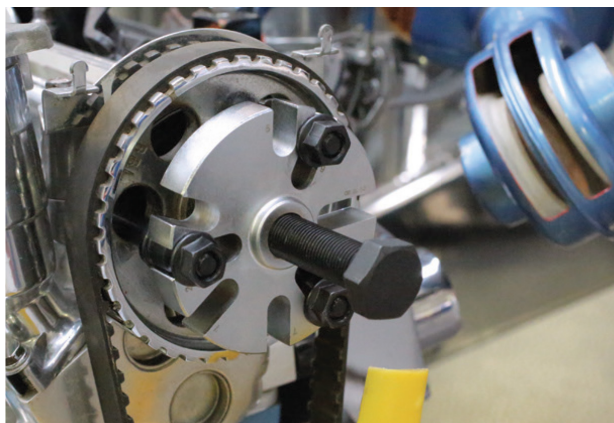

Fig. 1
3. O disco do extrator tem gravado uns números. Esses números indicam quais slots usar de acordo com o número de slots ou furos que estão disponíveis para o extrator a ser anexado. Veja a Fig. 1.